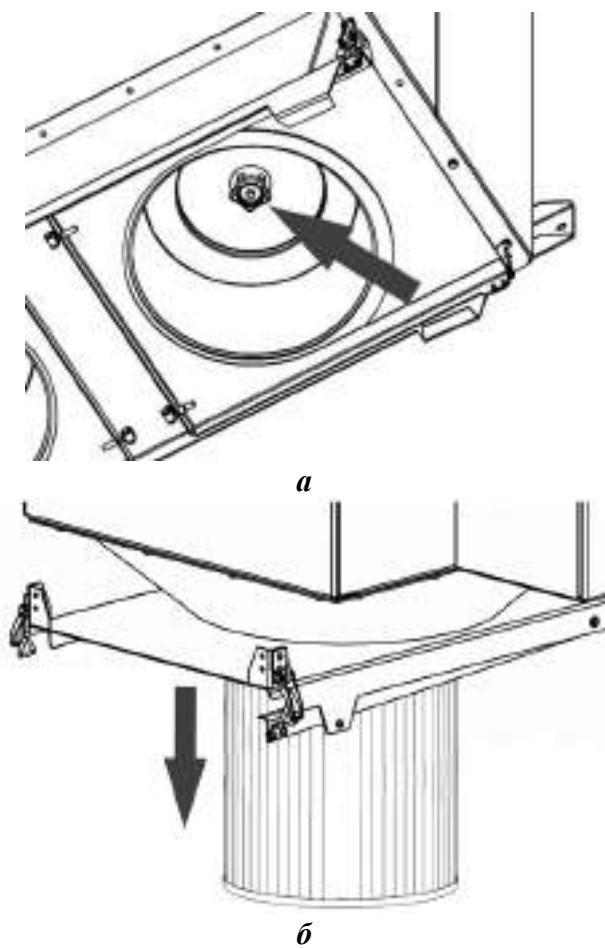

Рисунок 6
- 1) разжать защёлки на кронштейне пылесборников (рисунок 6а);
2) поочерёдно опустить прижимные пластины, выдвинуть и снять пылесборники (рисунок 6б);